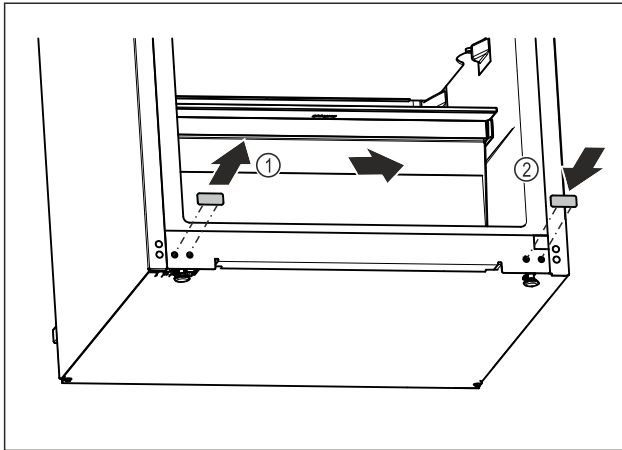

Fig. 19
- Trek de afdekdop eruit. Fig. 19 (1)
- Plaats de afdekdop aan de andere kant. Fig. 19 (2)